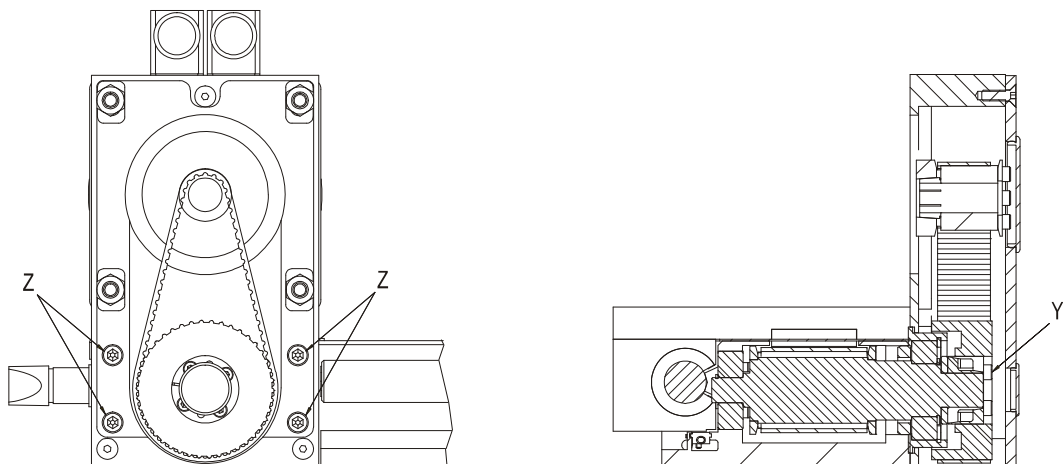

Abbildung 29: Antriebssatz Modul 142 geöffnet sowie Schnittansicht
- Zahnscheibe durch Lösen der Schrauben von der Welle des Antriebssatzes abziehen, (siehe *Abbildung 29, unten, Y*).
- Motorflansch anbauen (siehe *Abbildung 29, Seite 30, Z*)
- Zahnscheibe auf Welle des Antriebssatzes mittels Spannsatz verbinden. Schieben Sie den Spannsatz ganz nach hinten. Achten Sie darauf, daß die Schrauben (**Y**) (siehe *Abbildung 29, Seite 30*), nacheinander gleichmäßig angezogen werden. Prüfen Sie ob die Zahnscheibe frei dreht.